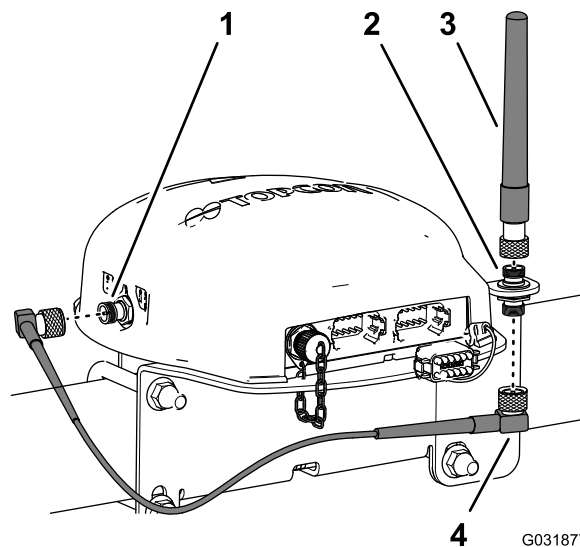

Figura 148
3. Monte la antena RTK sobre la parte superior del conector coaxial, y apriete la tuerca moleteada de la antena a mano (Figura 148).
4. Conecte provisionalmente el cable de la antena en la parte inferior del acoplamiento coaxial (Figura 148).
5. Enrute el cable por detrás del receptor de navegación hasta el conector coaxial del módem celular CDMA o GSM (Figura 148).
6. Enchufe el cable de antena en el conector coaxial del módem celular CDMA o GSM (Figura 148).